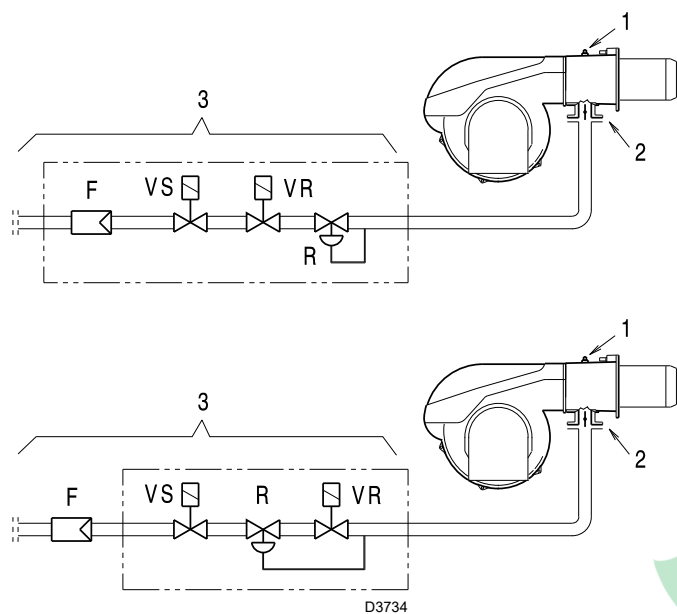

рис. 23
— Давление газа, измеренное в контрольной точке 1) (рис. 23), при этом:
— Потеря давления на газовом дроссельном клапане 2) (рис. 23) при максимальном открытии: 90°.
- вычитите давление в камере сгорания из давления газа, измеренного в контрольной точке 1) (рис. 23).
Чтобы рассчитать требуемое давление газа в контрольной точке 1) (рис. 23), настройте максимальную мощность горелки:
- справа (столбец 1) найдите давление в контрольной точке 1) (рис. 23).
испытания 1) (рис. 23).